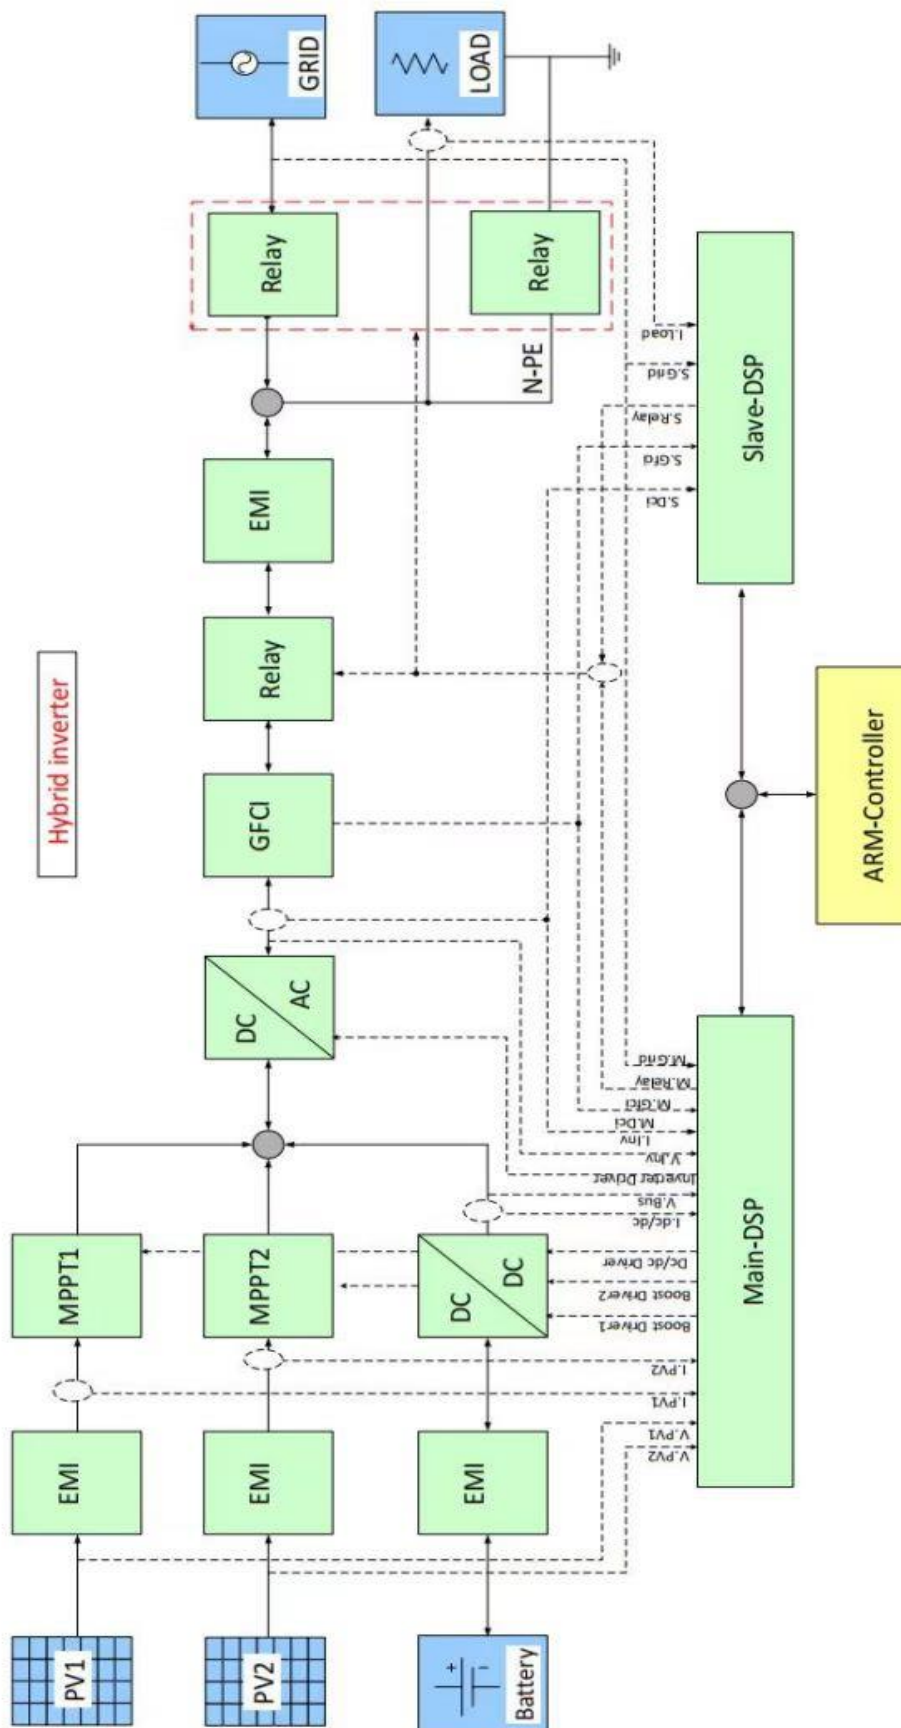

Abbildung 4: Elektrisches Blockschaltbild
Der gesetzlich vorgeschrieben NA-Schutz wird durch integrierte Relais gewährleistet (siehe Abbildung 4: *Elektrisches Blockschaltbild*). Bei Netzausfall wird der Wechselrichter automatisch vom Netz entkoppelt. Dabei werden die Phase (L) und der Nulleiter (N) getrennt. Nur der Load-Ausgang für die kritischen Lasten wird auch bei Stromausfall – getrennt vom übrigen Netz – mit Strom versorgt. Um die Funktion von FI-Schaltern am Load-Ausgang zu gewährleisten, werden N und PE über ein weiteres internes Relais gebrückt, sofern dies in den Einstellungen konfiguriert wurde (s. Kapitel 8.7). Das Starten des Wechselrichters ohne Netz, sog. „Schwarzstart“, ist problemlos möglich, sofern ausreichend Leistung aus der Batterie oder den PV-Modulen bereitsteht.